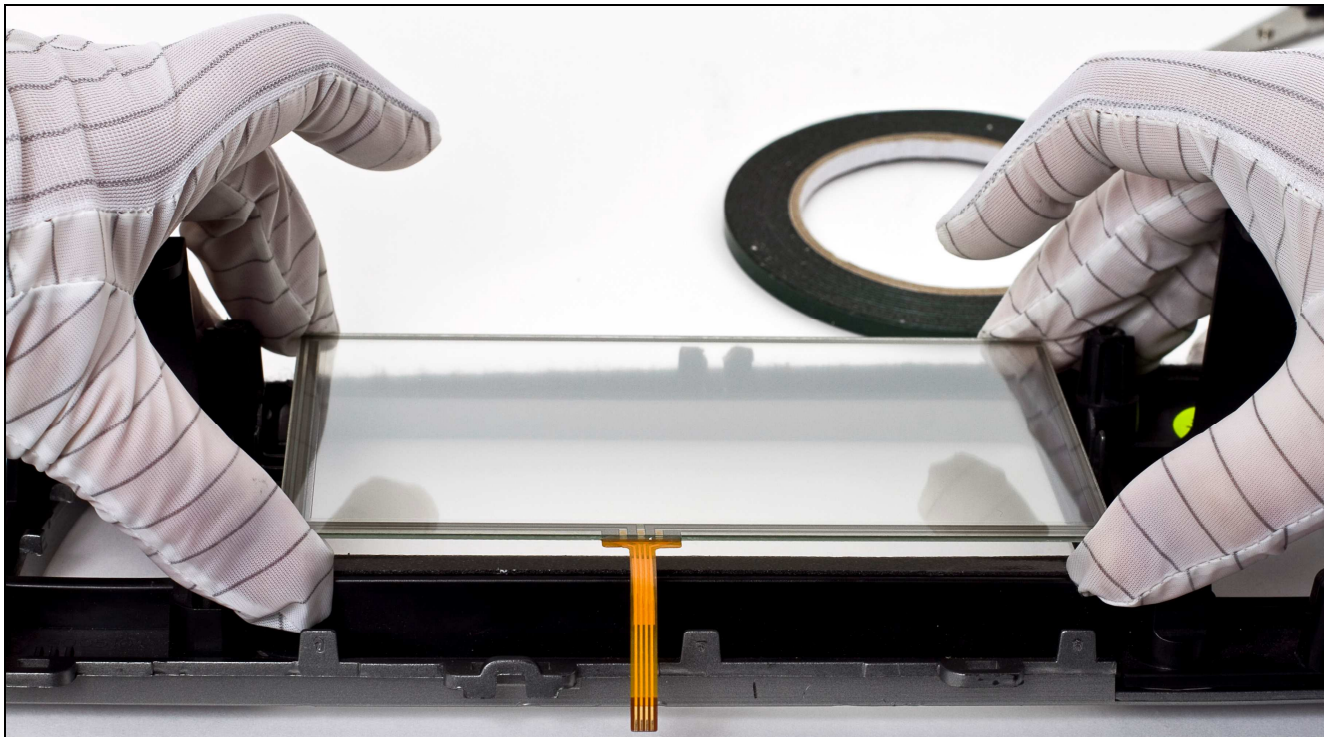

Рисунок 12
7. Снимаем защитную пленку с сенсорного стекла (делаем все аккуратно, не оставляя пальчики на поверхность стекла, которая будет находиться со стороны дисплея) и монтируем сенсорное стекло на клейкую ленту (рис. 12, 13). Сенсорное стекло можно устанавливать в любом положении, то есть шлейфом вверх или в низ (в некоторых сенсорных стеклах шлейф может находиться не в низу, а с боку), при калибровке все станет на свои места.